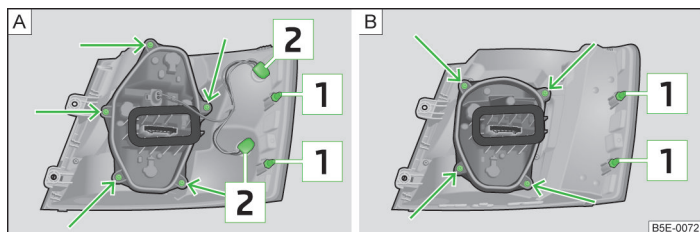

Fig. 183 Parte exterior de la lámpara: Luz ambiente/luz con con diodos LED
- Introducir presionando con cuidado la luz posterior en la carrocería de tal manera que los pernos [1] » fig. 183 de la página 214 en la lámpara encajen en los alojamientos de la carrocería » .
- Girar el portalámparas  » fig. 183 en el **sentido contrario** al de las agujas del reloj y extraer de la carcasa.
- Desenroscar el portalámparas » fig. 183 -  o bien  con el destornillador desde la herramienta de a bordo y extraer el portalámparas de la luz posterior.
- Girar el portalámparas hasta el tope en el **sentido contrario** al de las agujas del reloj y extraerla de la carcasa » fig. 183 -  o .